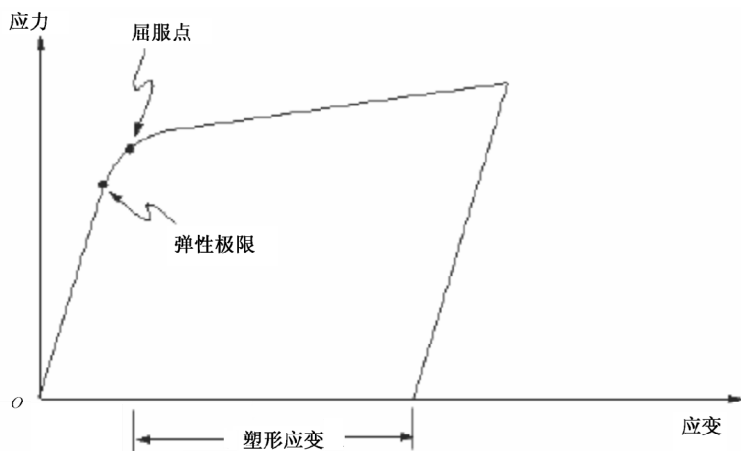

图 12-2 材料非线性
- 材料非线性：非线性的应力—应变关系是典型的材料非线性。如图 12-2 所示为金属塑性变形曲线。